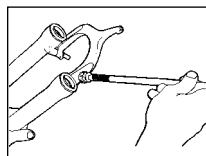

Fig. 5
12. Applicare un sottile strato di nuovo e migliorato grasso Judy Butter sulla superficie delle boccole superiori e riempire completamente la tasca fra i bordi della guarnizione Resi-wiper (fig. 5).